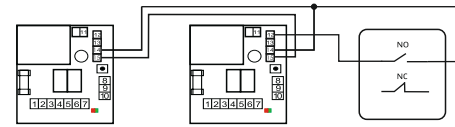

Рис. 7 — Вариант управления без переключателя
7.2.1. Управление группой устройств, переключатель не установлена (см. рис. 7)